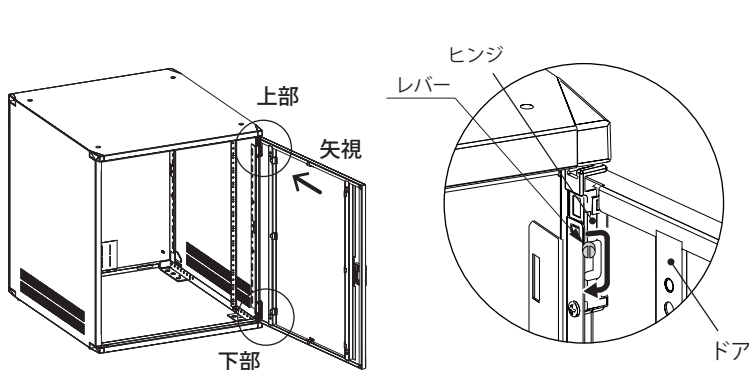

図 9 上部
1. ドアを開けた状態で、上部のヒンジのレバーを下にさげてください。(図 9)